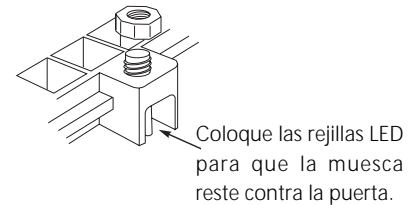

Figura 4, Instalación de Rejilla LED
5. Coloque una de las rejillas LED plásticas negras en los soportes de montaje alrededor del área de la pantalla. Coloque la rejilla en el centro del área de la pantalla para sostener las hojas lexan en posición mientras que las otras rejillas son instaladas. Sostenga la rejilla en posición con los tornillos suministrados. (Vea figura 4 a continuación.)